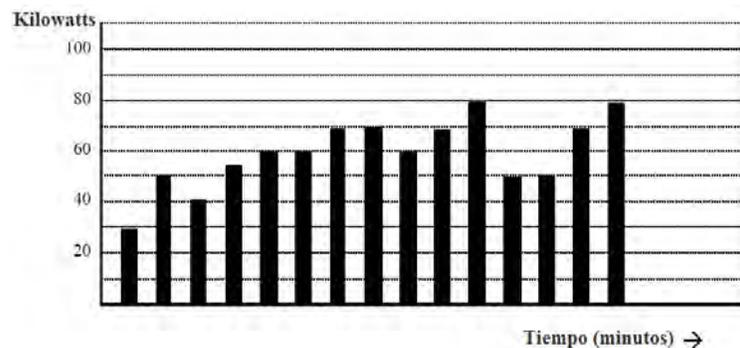

Figura 1.7: Uso de Potencia en el Tiempo
- La figura 1.7 muestra un gráfica de la potencia y de la energía resultante que sería transmitida como resultado de los valores ilustrados de la potencia. Para esta ilustración, se asume que el nivel de la potencia es mantenida constante para cada minuto cuando una medición es tomada. Cada barra en la gráfica representaría la potencia de la carga para el incremento de tiempo de un minuto. En la vida real el valor de la potencia se mueve casi constantemente.
Como en la tabla 1.2, la energía acumulada para el perfil de la potencia de la carga de la figura 1.7 es 14.92 kWh.
- La demanda es también un valor basado en el tiempo. La demanda es el promedio de la energía usada en un cierto tiempo. La etiqueta actual para la demanda es kilo watt-horas/hora pero esto normalmente es reducido a kilo Watts. Esto hace fácil confundir la demanda con potencia. Pero la demanda no es un valor instantáneo. Para calcular la demanda es necesario acumular las lecturas de energía (según lo ilustrado en la figura 1.7) y ajustar las lecturas de energía a un valor horario que constituya la demanda.